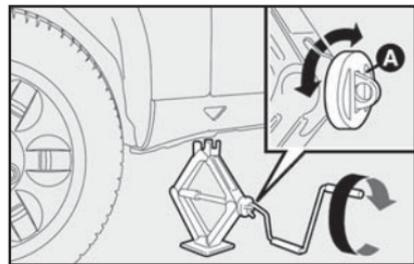

fig. 8
3) Girar a manivela do macaco para abri-lo parcialmente **fig. 8**.